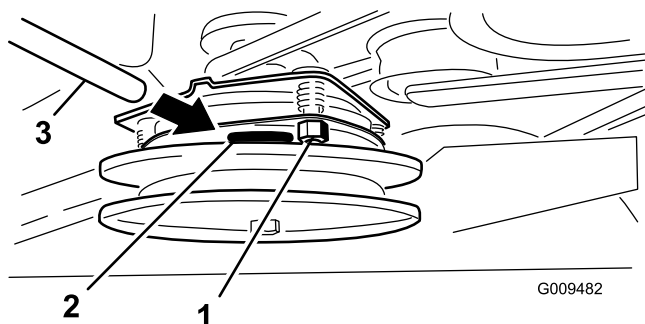

Figura 60
2. Se è necessario eseguire una regolazione, utilizzate uno spessimetro da 0,381 mm per impostare ognuna delle tre fessure di regolazione. Stringete i dadi di bloccaggio fino a fissare leggermente lo spessimetro facendo però in modo di poterlo muovere facilmente all'interno del traferro (Figura 60).